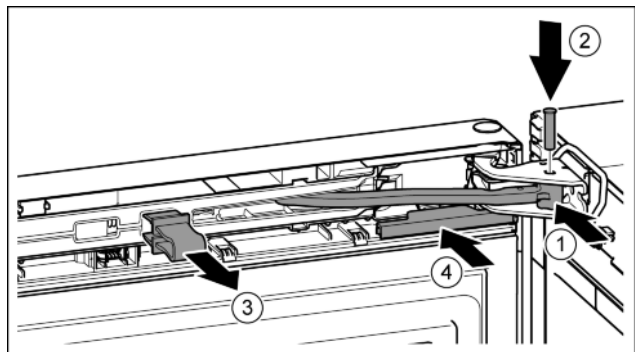

Fig. 45
- ▶ Forgassa a csapágybakba a csuklót. Fig. 45 (1)
- ▶ Helyezze be a csapágybakba és a csuklóba a csapszeget. Közben ügyeljen közben arra, hogy a bekattanó bütyök megfelelően illeszkedjen a horonyba. Fig. 45 (2)
- ▶ Vegye le a biztosítékot. Fig. 45 (3)
- ▶ Tolja fel a fedelet. Fig. 45 (4)